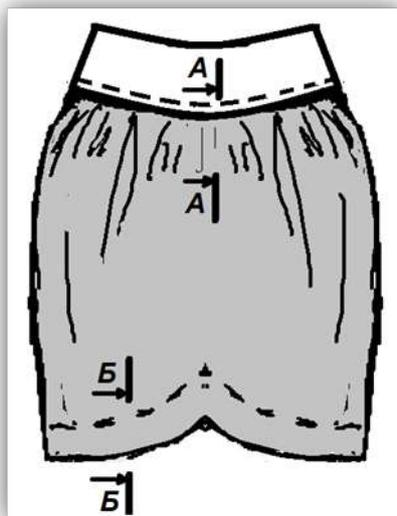

Рисунок 1 – Фрагмент платья. Переднее полотнище юбки с кокеткой
Третий этап: Изготовление (пошив) образца фрагмента заданной модели (стр. 7, рис. 1) женского платья.
1) Внешний вид фрагмента заданного изделия должен полностью соответствовать техническому рисунку модели и художественно-техническому описанию (стр. 3, табл.1), рисунку фрагмента (стр. 7, рис. 1) и техническим требованиям в п.п.2.2 (при их наличии).